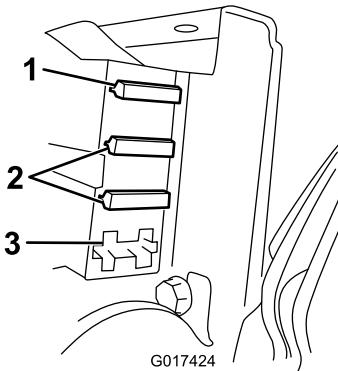

图42
3. 检查保险丝盒内的保险丝 图42。
- 如果任何保险丝熔断请使用具有适当电压和电流的保险丝进行更换 图42。